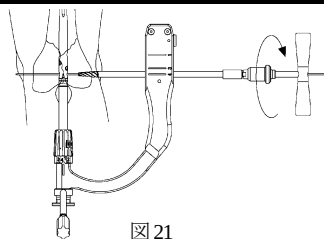

図 21
- 17) 顆部用ヘッド部カウンターシンクの後端に T ハンドル (ハドソン元) を接続し、外側皮質を開窓します。顆部用ガイドワイヤーを挿入し、内側の突出点に皮切を加え、カウンターシンクで内側皮質を開窓します。(図 21)